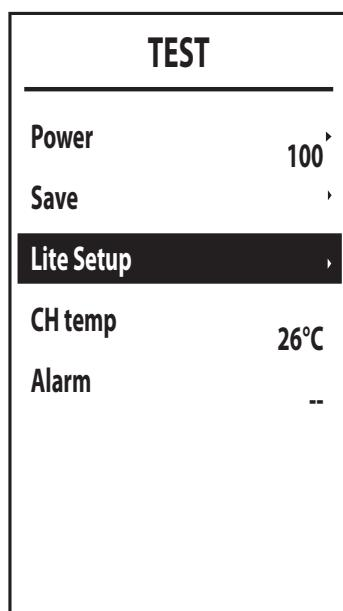

рис. 27
- В меню **TEST** (см. рис. 27) выберите **Lite Setup**.